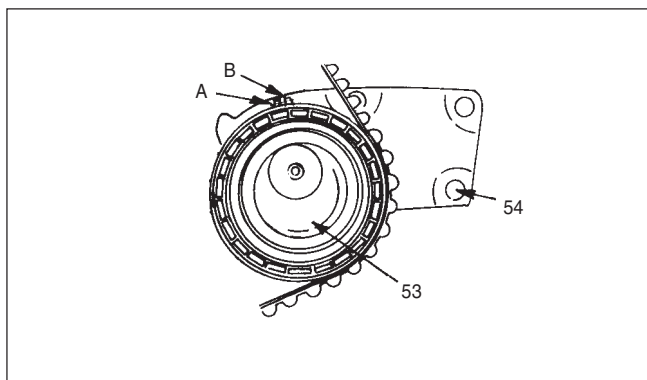

Fig. 27 Alinierea creștăturilor auto-întinzătorului
**Se demontează sau se deconectează (Fig. 27)**
- 2) Auto întinzătorul(53) prin desfacerea șurubului(54)